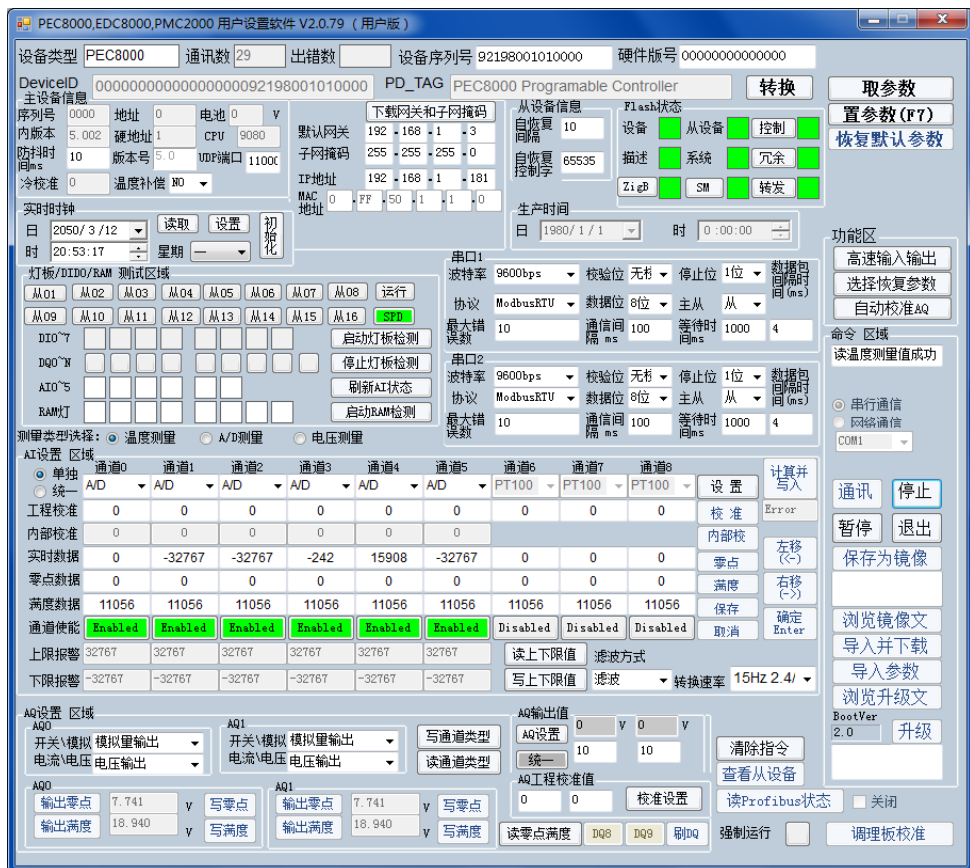

图 6-1-2 PEC8000 用户设置软件
(2) 启动设置软件：启动 PEC8000 用户设置软件，进入如图 6-1-2 所示界面，单击“通信”按钮。设置软件连接控制器，读取控制器系统参数，进入参数设置状态。
(3) 参数设置： 点击“取参数”按钮，将控制器现在运行的参数显示在软件